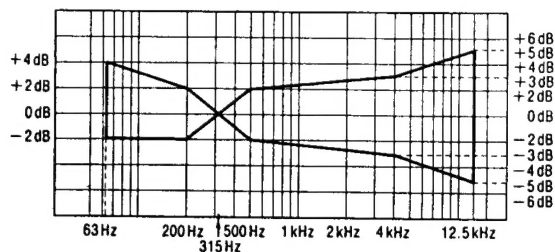

Fig. 2
2. Comprobar que la frecuencia esté dentro de la gama mostrada en la Fig. 2 tanto para CH-I como para CH-D.